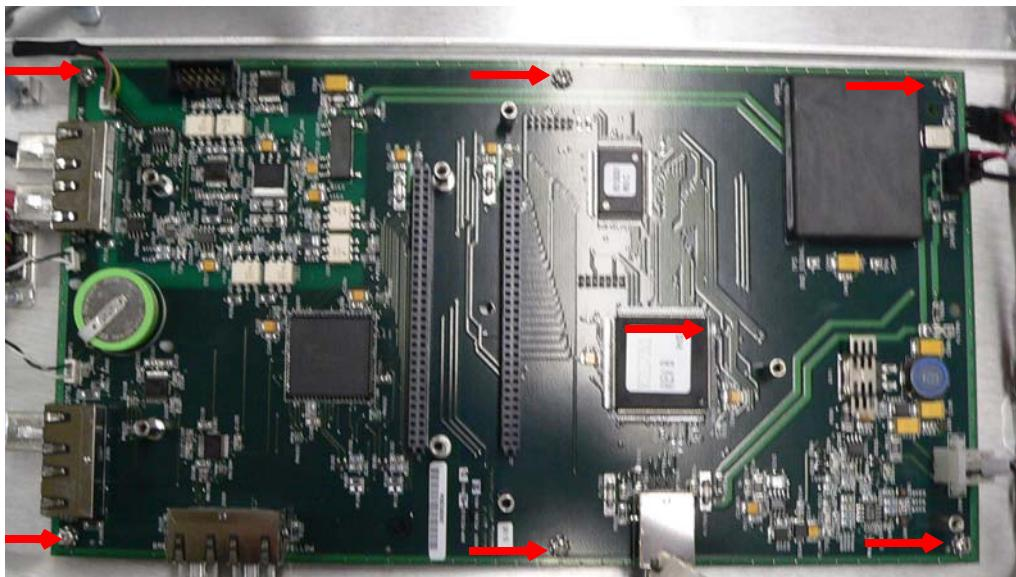

图 B-37 主板安装螺丝
8. 卸下六 (6) 颗固定电路板的十字螺丝 (图 B-37)。